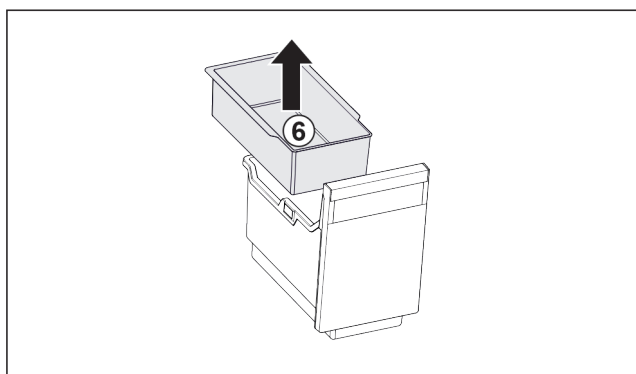

Fig. 34
- Einhängeschale Fig. 34 (6) entnehmen.